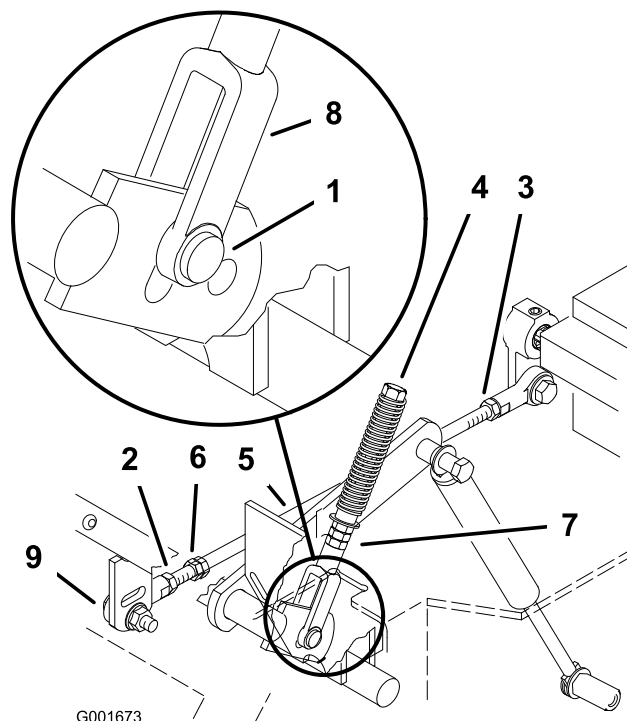

Figure 50
6. Tirez ensuite le levier en arrière jusqu'à ce que l'axe de chape (situé sur le bras au-dessous de l'axe de pivot) touche l'extrémité de la fente (c.-à-d. commence juste à appuyer sur le ressort) (Figure 50).
8. Si un réglage s'impose, desserrez l'écrou et l'écrou de blocage vissés contre la chape (Figure 50).
10. Serrez l'écrou et l'écrou de blocage (Figure 50).